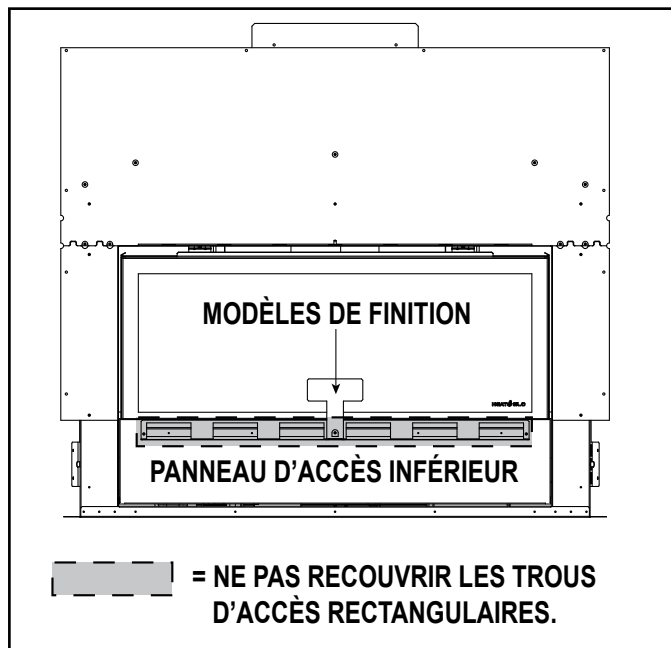

Figure 10.4 Schéma du matériel de finition incombustible pour la méthode d'ajustement superposé de 0 à 25 mm (0 à 1 po) d'épaisseur
1. Le matériau de finition incombustible peut être installé jusqu'à l'ouverture du foyer sur le dessus et les côtés. Ne pas recouvrir les trous d'accès. Voir les figures 10.4 et 10.5.